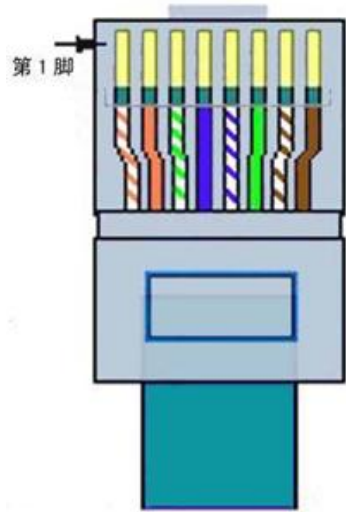

图 3 网线线序
- c) POE 供电：通过普通 RJ45 网口的引脚 5（GND）和引脚 8（VCC）两根线可以给 ZLAN5443H 供电，供电电压为 9~24V 之间的任何值。RJ45 网线线序参考图 3。（需要定制，默认无）